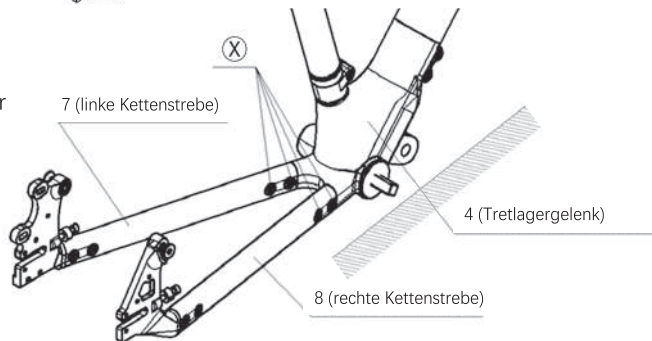

Abb. 16-2
c. Ziehen Sie die vier Schrauben ⊗ zurück, aber noch nicht fest. Achten Sie darauf, dass Teil 7 und Teil 8 noch etwas beweglich sind und später angezogen werden können, wie in Abb. 16-2 gezeigt.